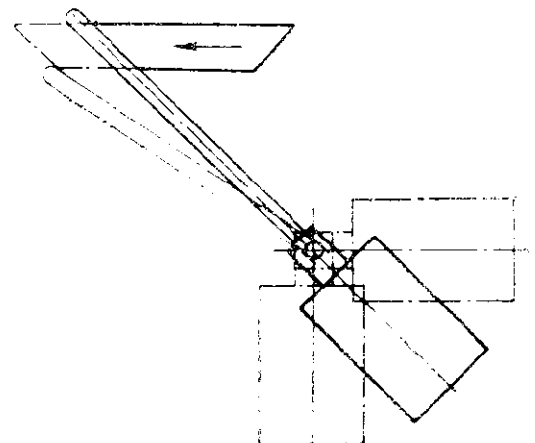
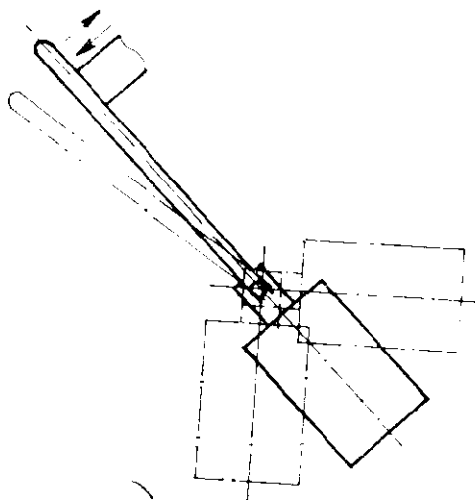
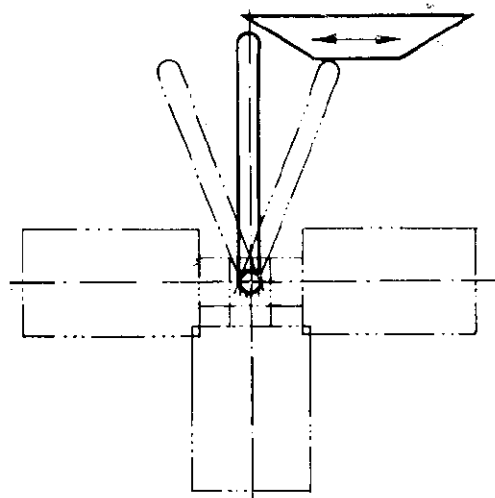

Рис. 4
Рис. 5
Рис. 6
Выключатели с приводным элементом пружинный рычаг предпочтительно должны работать от проходных неревверсивных (рис. 4) и проходных реверсивных (рис. 5) управляющих упоров различной формы. Могут также работать от толкающих упоров, от непосредственного взаимодействия с деталями, установленными на транспортёре. Ширина управляющих упоров должна быть не менее 50 mm .
6. Выключатели с приводом рычаг, регулируемый по длине, предпочтительно должны работать от проходных нереверсивных (рис. 4), толкающих (рис. 5) и проходных реверсивных управляющих упоров различной формы (рис. 6).